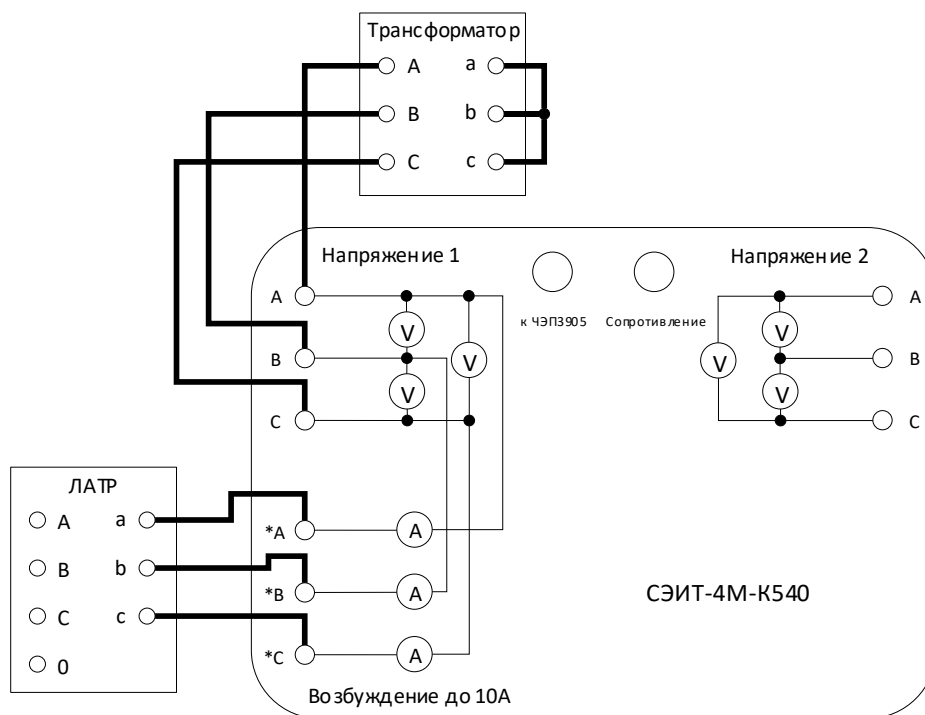

Рис. 18. Схема соединений для опыта КЗ
**5.4.1.** Для проведения опыта короткого замыкания необходимо собрать измерительную схему, представленную на рис. 18. Вводы обмотки НН испытываемого трансформатора соединяют накоротко, в вводы обмотки ВН подключают к клеммам ИВБ, как показано на рис. 18.